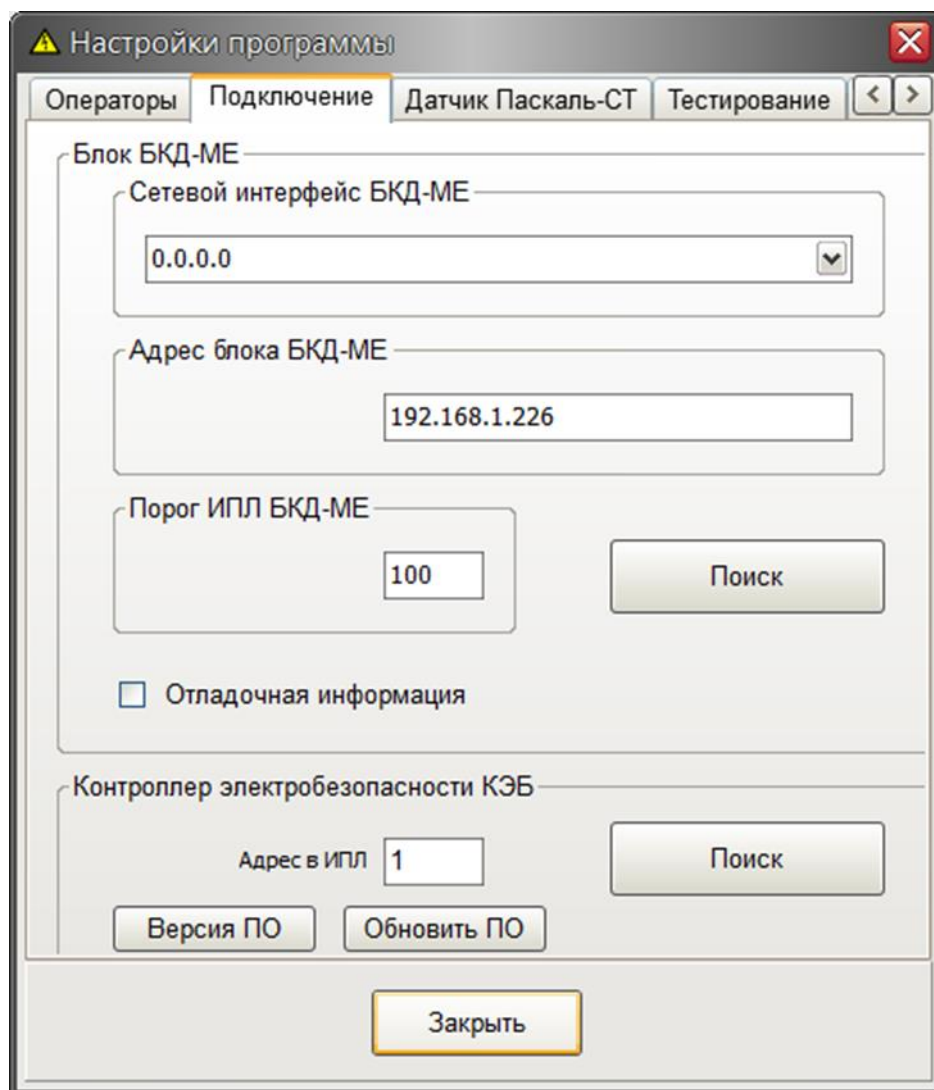

Рисунок 7 – Ввод адреса стенда
8. На вкладке «Подключение» указать параметры подключения программы к блоку БКД-МЕ, входящему в состав стенда (рисунок 7). Нажать «Поиск» в верхней части окна и выбрать в таблице найденный БКД-МЕ и нажать «ОК». Затем выполнить поиск блоков БПДД-RS (контроллеров КЭБ), подключенных по ИПЛ к БКД-МЕ. Для этого нажать на «Поиск» в нижней части окна. В окне «Обнаружены стенды» выбрать шкаф ЭБ. Если стенд состоит из нескольких шкафов ЭБ, то они все будут отображаться с разными адресами.